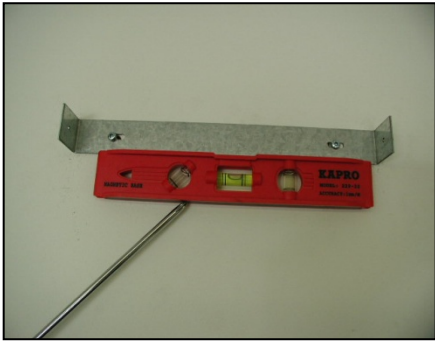

Figura 18
3. Marque la posición del soporte de montaje de la cubierta de conductos. Utilice la referencia E de la Tabla 2 y las medidas en las páginas 21-22. Coloque y fije el soporte de montaje de la cubierta de conductos con dos tornillos (no incluidos). Consulte la Figura 18. **NOTA:** La cubierta interna de conductos cubrirá el soporte de montaje de la cubierta de conductos.